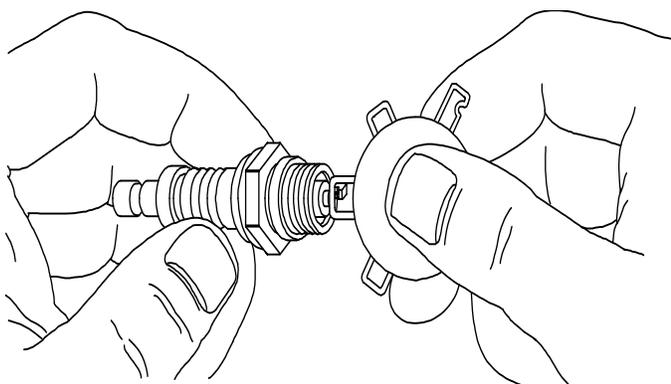

Figure 5-17. Réglage de l'écartement des bougies d'allumage
7. Voir la Figure 5-17. À l'aide d'une jauge d'épaisseur à fil, vérifiez l'écartement des bougies d'allumage. Réglez l'écartement en recourbant soigneusement l'électrode de mise à la terre comme suit :